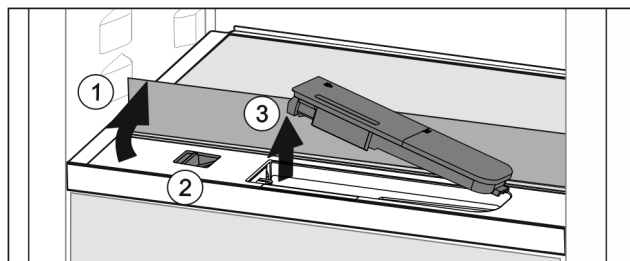

Fig. 164
- ▶ Glasplaat heffen en tot de aanslag naar achter klappen Fig. 164 (1).
- ▶ Schuif Fig. 164 (2) naar links schuiven.
- ▶ Waterreservoir eruit halen Fig. 164 (3).